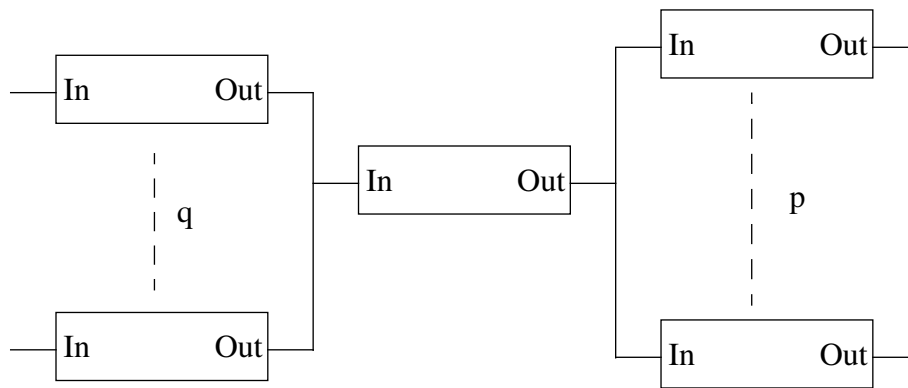

Figura 7.3.- Esquema de los parámetros de intensidad.
- Parámetros de intensidad (figura 7.3).